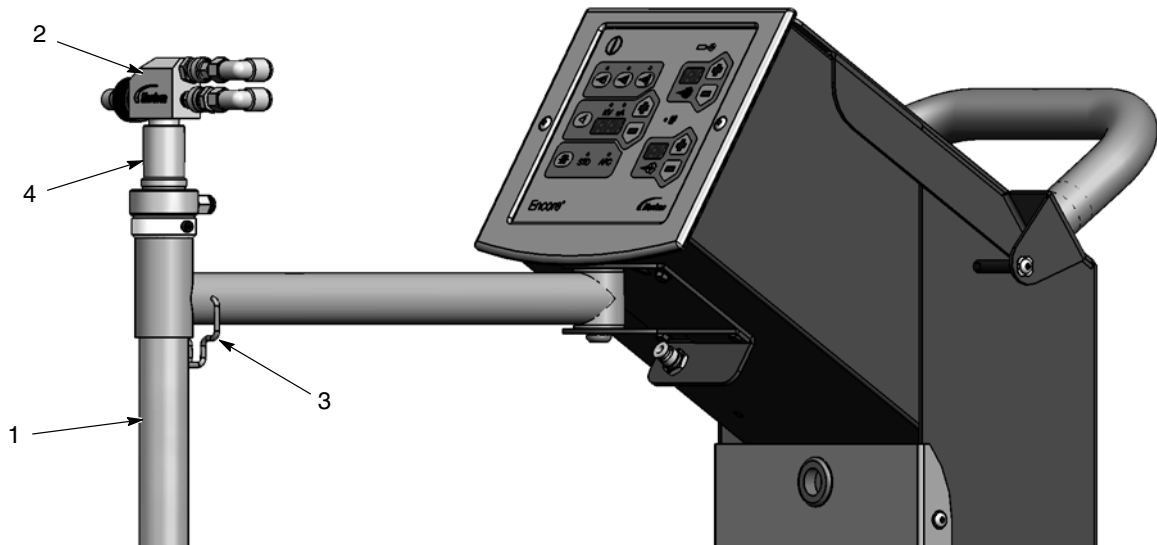

Figura 3-7 Tubo captador de pistola Encore LT e instalação da bomba
4. Consulte a figura 3-7. Afaste o suporte do tubo e monte o tubo captador (1) no braço.
5. Monte a bomba (3) no suporte da bomba (2) com um ligeiro movimento de rotação.